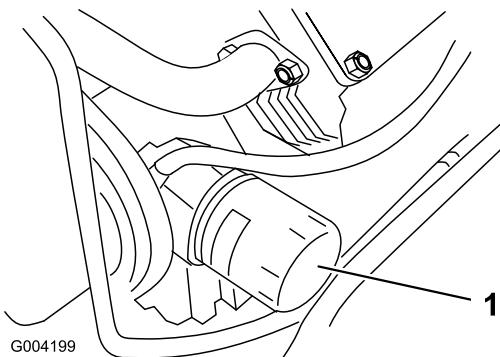

Figure 30
- Enlevez le filtre à huile usagé (Figure 30) et essuyez la surface du joint de l'adaptateur.